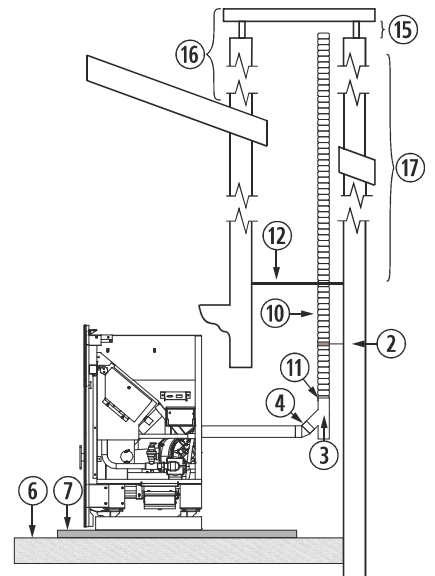

Figura 7
4.26. A instalação de um encastrável numa chaminé de obra pode ser feita em toda a sua totalidade em tubo flexível, tal como indicado na *figura 7*. Devemos ter especial cuidado na hora de realizar o isolamento entre a chaminé e o tubo da saída de gases para evitar possíveis retrocessos de gases em caso de tempestade.
②	Abraçadeira de união de aço inox.
③	Tê de 135° com registro.
④	Curva de 45°.
⑥	Chão de madeira.
⑦	Protector de chão incombustível.
⑩	Tubo de aço inox flexível.
⑪	União adaptadora de flexível a rígido.
⑫	Isolante anti-retrocesso.
⑮	Mínimo 200mm.
⑯	Deve ultrapassar o teto em 1 metro.